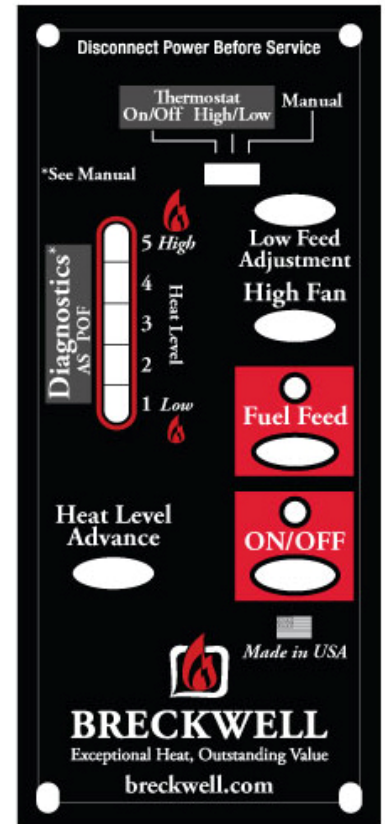

Figure 12
PANNEAU DE COMMANDES (Figure 12)
- ☒ Le voyant vert situé au-dessus du bouton de M/A (dans la case ON/OFF) va clignoter durant la période d'allumage au démarrage (Voyez la Figure 12).
- ☒ Pendant que le système de vis sans fin du poêle alimente en granulés, le voyant vert dans le carré "Fuel Feed" sera allumé (Voyez la Figure 12).